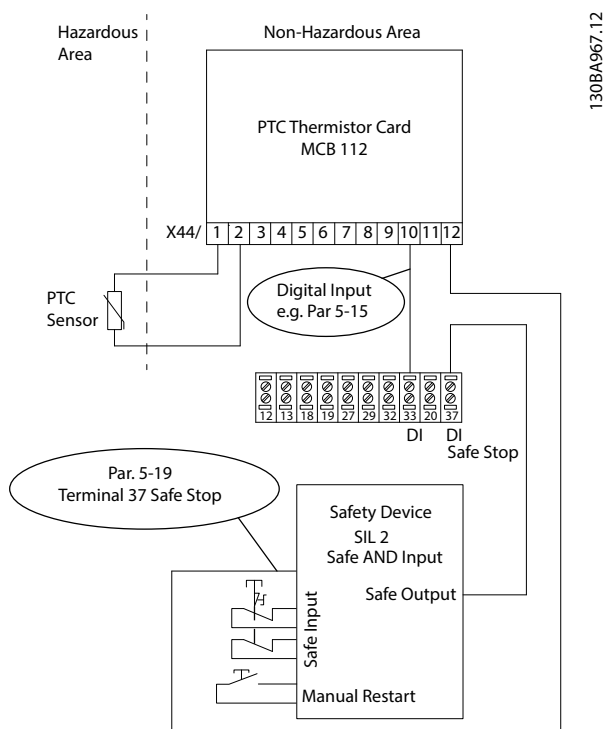

Рисунок 3.3 Совместное использование STO и MCB 112
- Обеспечьте защиту от короткого замыкания для соединения между выходом устройства безопасности с логической схемой «И» и клеммой 37 функции STO, см. Рисунок 3.3.
На Рисунок 3.3 представлен вход перезапуска для внешнего устройства безопасности. Это означает, что в этой установке для параметра *параметр 5-19 Клемма 37, безопасный останов* может быть установлено значение [7] PTC 1 и реле W или [8] PTC 1 и реле A/W. Подробнее см. *Инструкциях по эксплуатации VLT® PTC Thermistor Card MCB 112*.